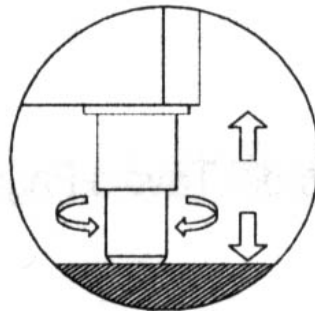

Fig.1
- Posicionar a máquina utilizando um nivelador com eventual regulação dos pés da base metálica (nos modelos dotados de pés reguláveis) (Fig.1)